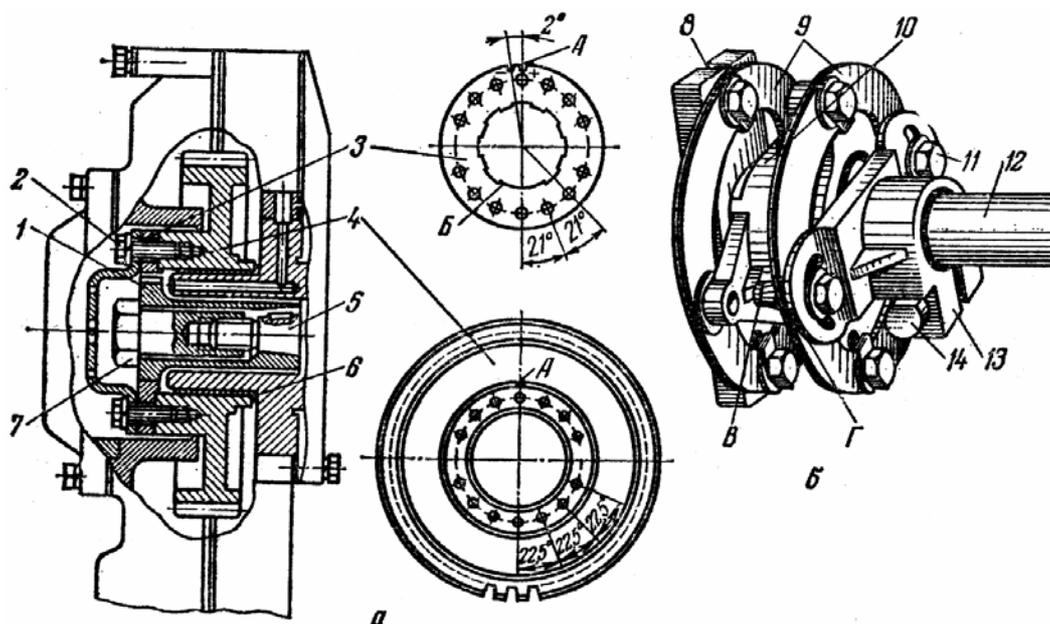

Рис. 4.19. Привод топливных насосов 4ТН-9 х 10 и УТН-5А (а) и 6ТН-9 х 10 (б):
Насос двигателя А-01М (рис. 4.19, б) приводится в работу при помощи двойной пластинчатой муфты 9, состоящей из нескольких стальных колец. Это позволяет компенсировать несоосность при установке насоса относительно шестерен привода. Муфта крепится крест-накрест вилкой 8, установленной на валу
- соединяют насос с приводом. У двигателя А-41 соединяют шайбу шлицевой втулки с шестерней болтами, пропущенными через совпадающие отверстия этих деталей, а у двигателя А-01М соединяют фланец с гибкой муфтой. При этом обычно у А-41 совпадают метки А (рис. 4.19, а) на шестерне и шайбе, у А-01М стрелка В (рис. 4.19, б) на муфте 9 совпадает со средней меткой шкалы Г на фланце 13;